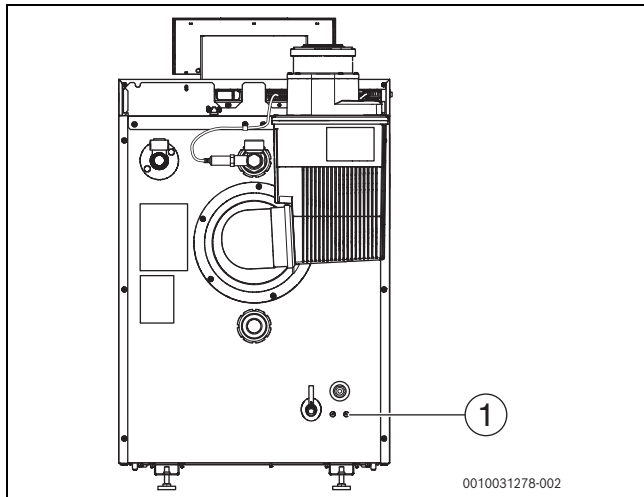

Bild 32 Schrauben an der Kesselrückwand
- 2 Schrauben (→ Bild 32, [1]) an der Kesselrückwand entfernen.